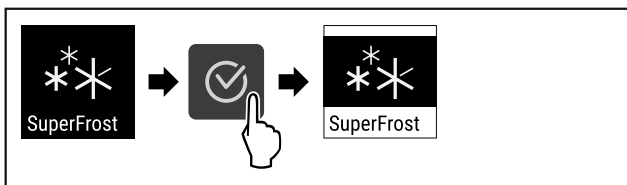

Fig. 65
- ▶ Изпълнете стъпките (виж Fig. 65) .